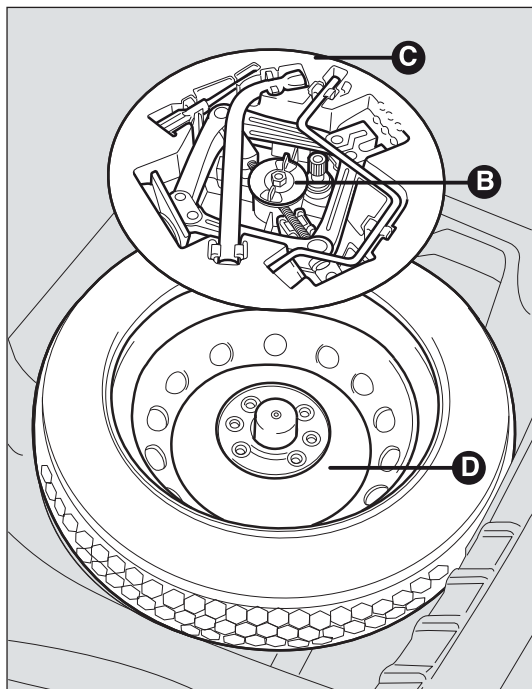

fig. 122
- ☐ svitare il dispositivo di bloccaggio **B**-fig. 122;
- ☐ sistemare il ruotino di scorta D-fig. 122 nell'apposito vano ricavato nel bagagliaio;